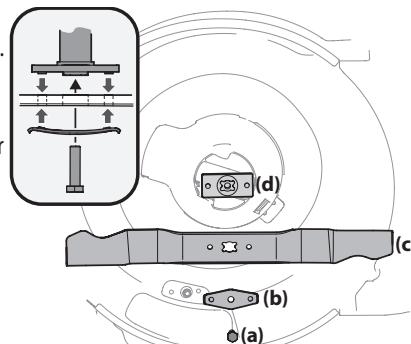

Figura 16
4. Retire el perno (a) y el soporte de la cuchilla (b) que sostienen la cuchilla y el adaptador al cigüeñal del motor. Consulte la Figura 16.
5. Saque la cuchilla (c) y el adaptador (d) del cigüeñal. Consulte la Figura 16.
7. Lubrique el cigüeñal del motor y la superficie interna del adaptador de la cuchilla con aceite ligero. Vea el recuadro de la Figura 16.